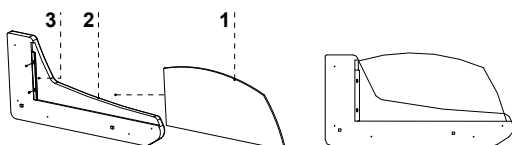

Рис.5 Монтаж/демонтаж стеклянного бока
2. Установить стеклянные бока Рис.5/1 (стр.44)